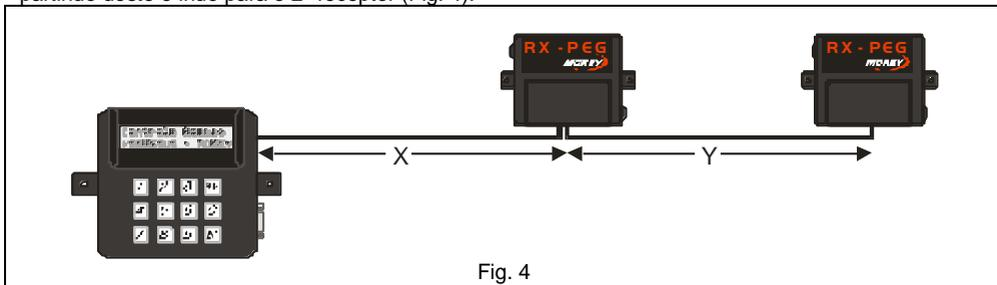

Fig. 4
4.1. Um único cabo ligação tipo “varal”, partindo do módulo central, chegando ao 1º receptor e partindo deste e indo para o 2º receptor (Fig. 4).